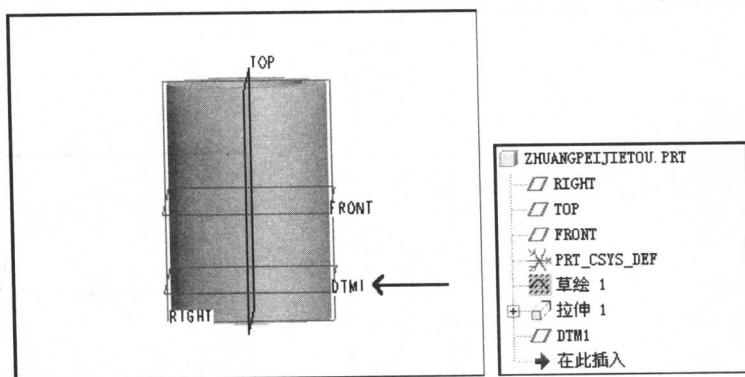

图 1-12 生成的 DTM1 (基准平面 1) 效果和“模型树”
(12) 在“基准平面”对话框中单击“确定”按钮, 然后通过单击来打开“基准平面开/关”, 使生成的 DTM1 (基准平面 1) 在视图中显示, 此时在“模型树”中显示 DTM1 特征, 旋转视图, 效果如图 1-12 所示。